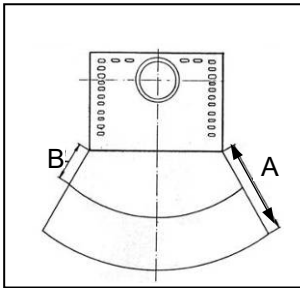

Fig. 5
Per gli elementi costruttivi, i mobili e i tessuti di arredamento infiammabili situati nella zona di irraggiamento della stufa è necessario rispettare una distanza minima di **90 cm (A)**, misurati dal bordo anteriore dell'apertura del focolare. La distanza di sicurezza si riduce ai **45 cm (B)** qualora di fronte all'elemento sia installata una protezione areata (v. fig. 5).